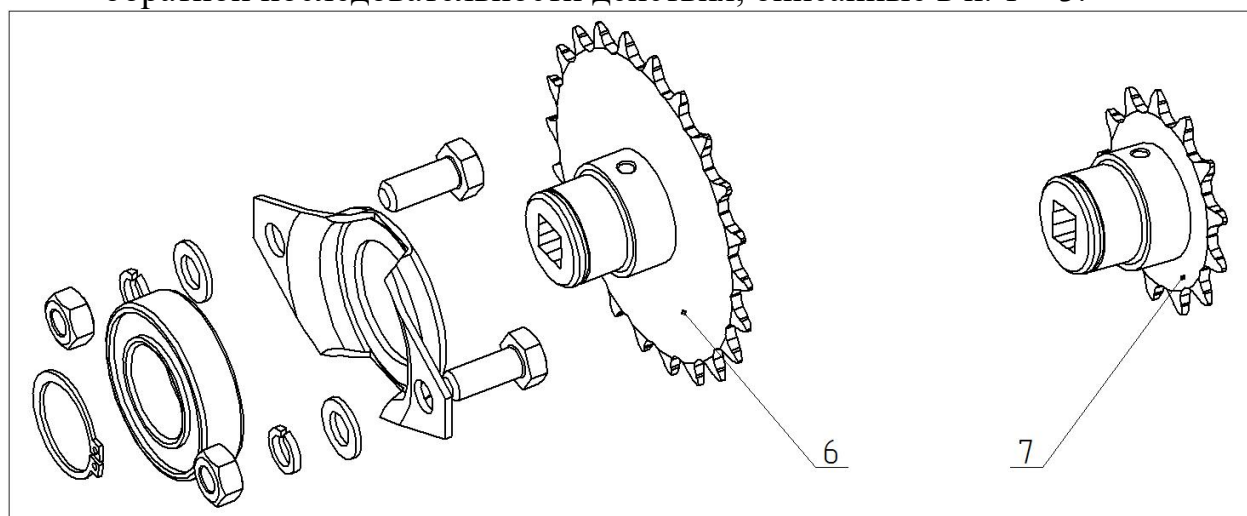

Рисунок 29.
- 4) Заменить звёздочку (6) на звёздочку (7) (рис. 29). Повторить в обратной последовательности действия, описанные в п. 1 – 3.